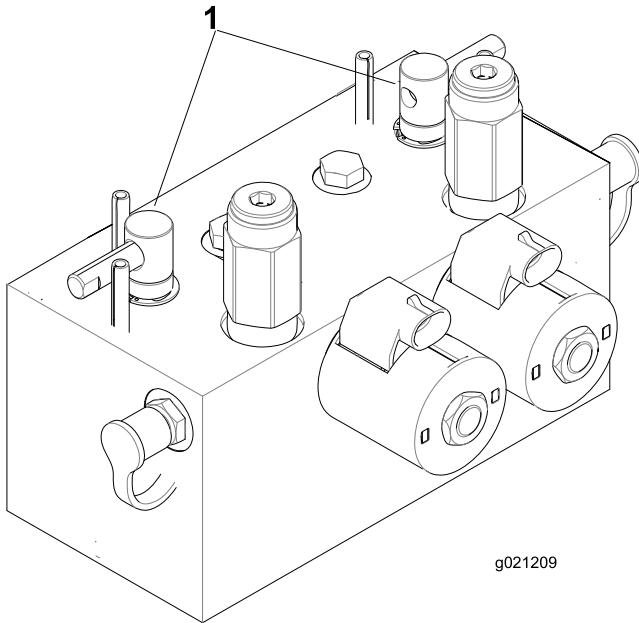

Figura 93
2. Desbloquee y levante el asiento para poder acceder a las palancas de autoafilado (Figura 93).
5. Seleccione la palanca de autoafilado correspondiente a los molinetes que desea autoafilurar: delanteros, traseros o ambos (Figura 93).